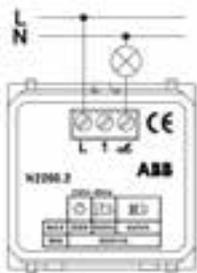
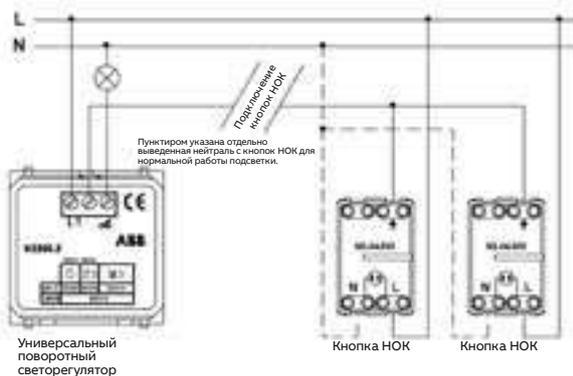

Рис. 1. Стандартная схема подключения
Рис. 2. Схема управления с нескольких мест.
При стандартной схеме управления (одна группа света, один светорегулятор), подключение изделия производится по рис. 1.
См. рис. 1.
См. рис. 2.
Подключение кнопок осуществляется обычным цельнотянутым медным проводом к клемме "1" светорегулятора, см. рис. 2.
1. Подключите устройство в соответствии с приведенной схемой. См. рис. 1 и рис. 2.